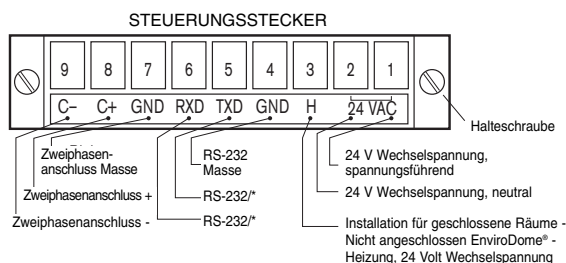

Abbildung 1
4.3.7. Den 9-poligen Anschluss wie in ABBILDUNG 1 dargestellt verdrahten.
*Wenn der interne Schiebeschalter (siehe ABBILDUNG 1, links) auf RS-485-Betrieb eingestellt ist, dann funktioniert RXD als DATA (+) und TXD als DATA (-).